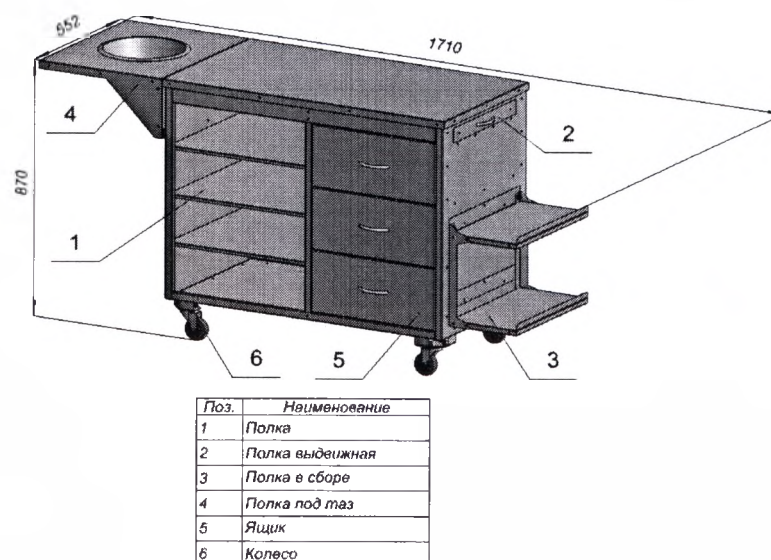
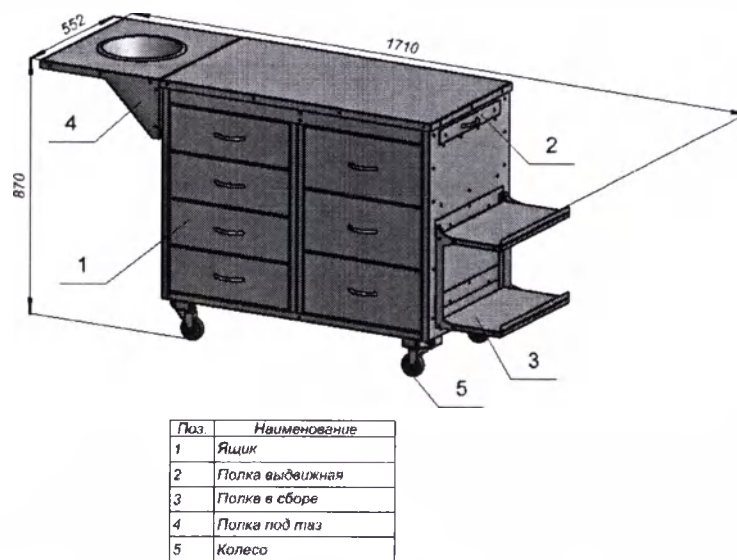

Рис. 1
Рис. 2
3.1 Соберите стол в следующей последовательности (рис.1 и рис.2):